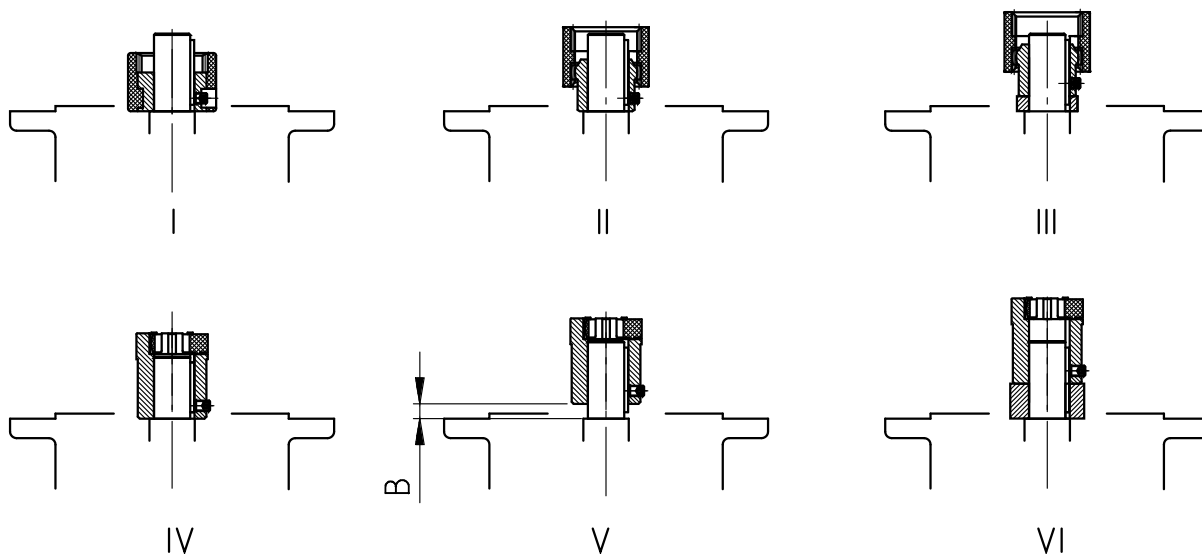

Figura 15: Montagem do acoplamento sobre o eixo do motor para diversas formas construtivas de acoplamento
3. Apoie a metade do acoplamento sobre o eixo do motor de modo que a chaveta esteja inserida na ranhura da metade do acoplamento. Insira a metade do acoplamento de acordo com as indicações do fabricante do motor. Nos redutores com engrenagens helicoidais padrão, observe a dimensão B entre a metade do acoplamento e o encosto (vide "Figura 15"). Em alguns **adaptadores NEMA** a posição do acoplamento deverá ser ajustada de acordo com a informação na etiqueta adesiva.
4. Monte a chaveta fornecida (veja "Figura 15: Montagem do acoplamento sobre o eixo do motor para diversas formas construtivas de acoplamento").
8. Monte o motor no adaptador. Para isso, monte também a coroa dentada fornecida em conjunto. (veja Figura 15: Montagem do acoplamento sobre o eixo do motor para diversas formas construtivas de acoplamento). Nos adaptadores AN360TC e AN400TC primeiro fixe o flange adaptador no motor e depois aparafuse o motor ao adaptador.